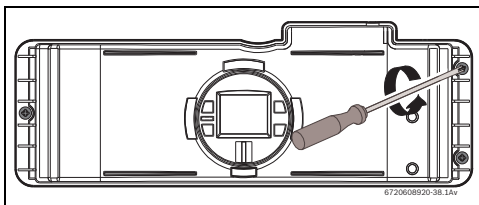
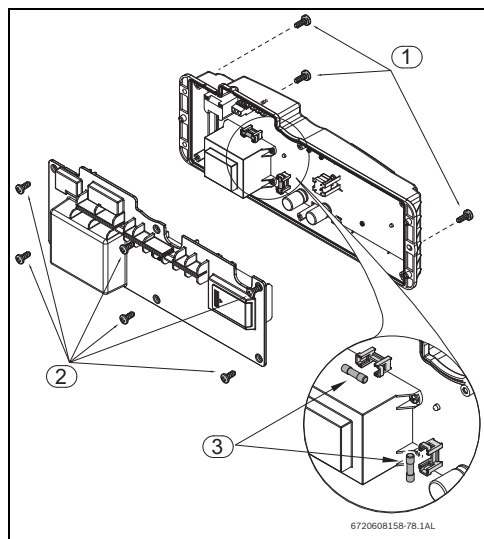

Fig. 42
Fig. 43 Ubicación de los fusibles
- Aflojar tres tornillos en la parte delantera de la caja electrónica (Fig. 42 y Fig. 43 , pos.1).
- Sacar la caja electrónica para acceder a los seis tornillos situados en la parte posterior y retirarlos (Fig. 43 , pos. 2).
- Después de verificar los fusibles (Fig. 43 , pos.3) proceder al montaje de todos las piezas en el orden inverso.